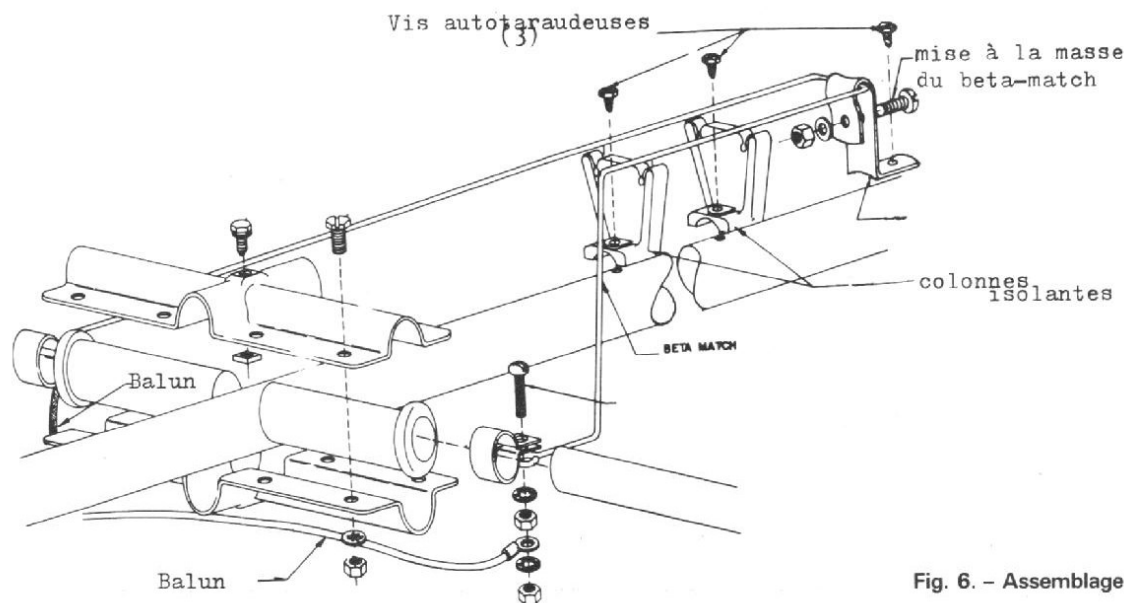

Fig. 6. - Assemblage du centre du dipôle.
Le brin rayonnant comporte essentiellement des brins tubulaires également et les trappes 10 et 15 DE qui sont à assembler, d'une façon tout à fait semblable, à ceux des deux autres éléments, avec les dimensions précises suivantes : A = 30 cm (39,5), B = 29 cm (31), C = 88 cm (87). Comme ce brin rayonnant est du type dipôle coupé, deux manchons de matière isolante sont interposés dans le logement de la coquille de fixation qui, là encore, sert de pièce d'assemblage et de fixation au boom. On trouvera, figure 6, le détail d'assemblage particulier du dipôle, à partir de la coquille profilée spéciale destinée, d'une part, à la fixation au boom et d'autre part à recevoir l'extrémité des deux brins quart d'onde munie du manchon isolant. De part et d'autre, et à 12 cm de l'axe du boom, on fixera, fermement, les deux colliers restants, sur lesquels aboutit, à la fois, l'alimentation de l'antenne et le système d'adaptation. La partie rectiligne des colliers est disposée horizontalement et
Ainsi que le montre la figure 6, l'alimentation s'effectue symétriquement de part et d'autre du centre et le système d'adaptation est lui-même rigoureusement symétrique puisqu'il s'agit d'une « épingle à cheveux » dont le point milieu est à la masse du boom. La firme Hy-Gain lui a donné le nom d'adaptation en beta match. Les deux supports en matière moulée sont fixés à la masse du boom par des vis auto-tarandeuses et les parties rectilignes du beta-match sont percées à force dans les deux logements pré-